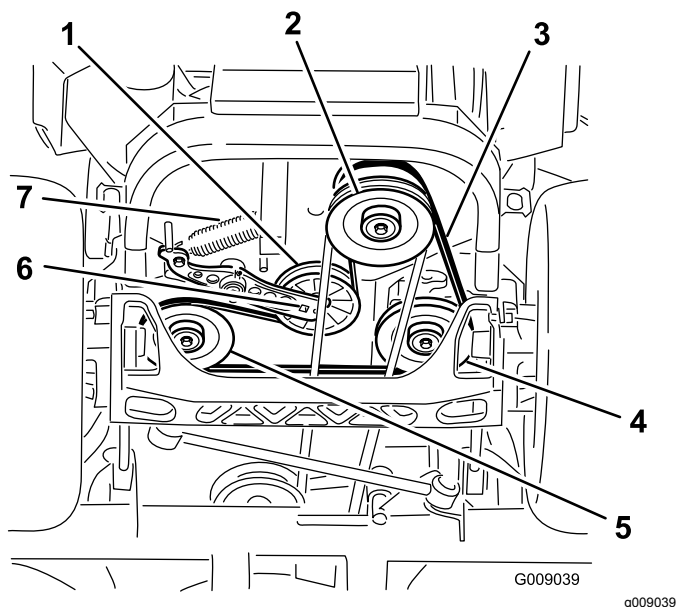

Figura 97
4. Sollevate la macchina e sostenetela su cavalletti (Figura 97).
5. Utilizzate un cricchetto nel foro quadrato del braccio di rinvio per rimuovere la molla del tenditore (Figura 97).
6. Sganciate la molla del tenditore dal telaio (Figura 97).
9. Utilizzate un cricchetto nel foro quadrato del braccio di rinvio per installare la molla del tenditore sul telaio (Figura 97).